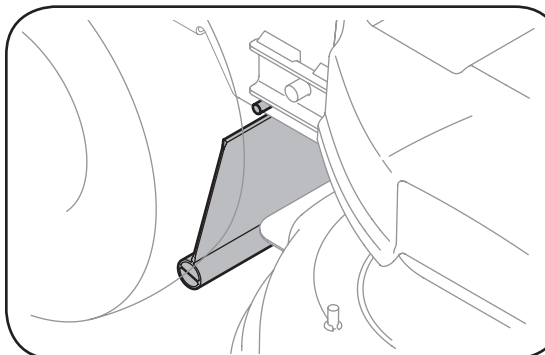

Figura 5-11: Rastreo de escudo
1. Doble el escudo posterior hacia adentro a cada lado para liberar las lengüetas de los agujeros en el bastidor de la cortadora, Figura 5-11.